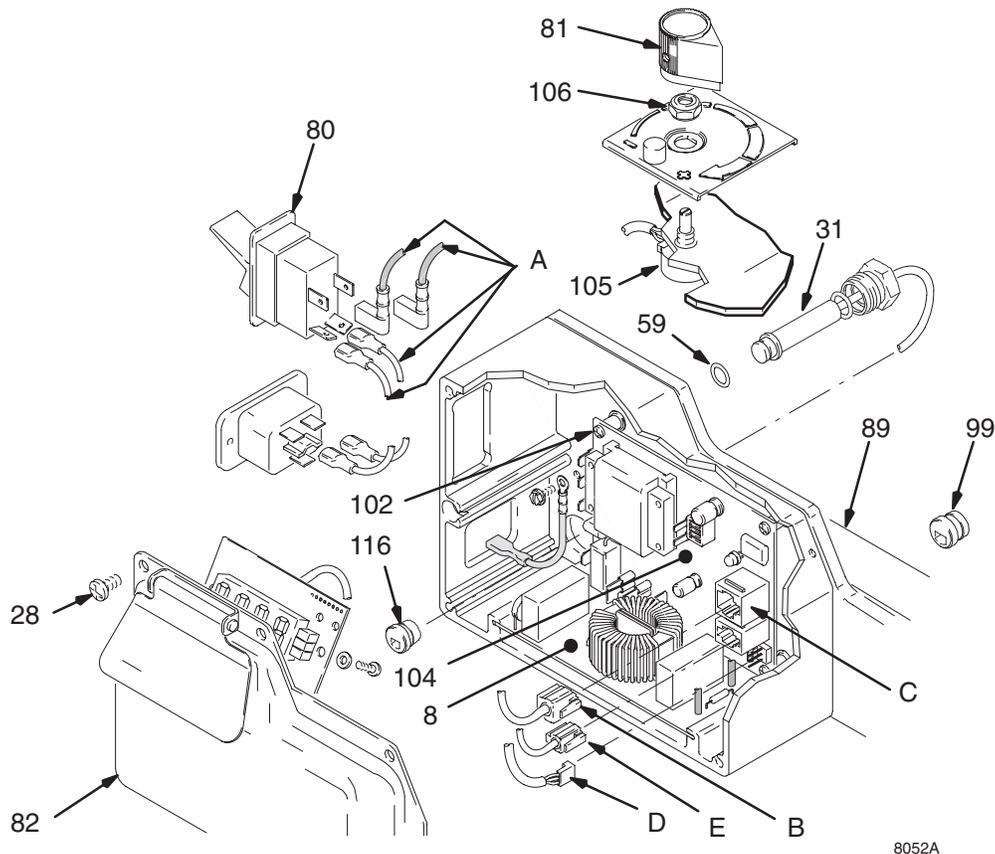

Fig. 7
3. Fig. 7. Enlever le capot de la régulation de pression (82).
4. Débrancher le connecteur d'affichage (B) de la prise (C)
5. Débrancher les quatre fils (A) de l'interrupteur MARCHE/ARRÊT (80).
6. Appuyer sur les deux ergots de chaque côté de l'interrupteur MARCHE/ARRÊT (80) et le démonter.
7. Monter un nouvel interrupteur MARCHE/ARRÊT (80) en veillant à ce que les deux ergots s'emboîtent bien à l'intérieur du boîtier de la régulation de pression.
8. Brancher les quatre fils (A) sur l'interrupteur MARCHE/ARRÊT.
9. Brancher le connecteur d'affichage (B) sur la prise (C)
10. Mettre le capot de la régulation de pression (82).
- Fig. 7. Enlever les cinq vis (28) et le capot (82).
- Fig. 7. Fixer la carte de commande du moteur (104) avec quatre vis (102).
- Brancher sur la carte de commande du moteur (104):
- Fil (E) vers capteur.
- Fil (D) vers potentiomètre.
- Carte du filtre (8).
- Fixer le capot (82) avec cinq vis (28).
- Enlever les cinq vis (28) et le capot (82). Voir Fig. 7.
2. Fig. 7. Enlever les cinq vis (28) et le capot (82).
3. Débrancher le fil (E) de la carte de commande moteur (104).
4. Enlever la douille de détente (116).
5. Enlever le capteur de pression (31) et le joint torique (59) du panneau de commande (89).
1. Fig. 7. Placer le joint torique (59) et le capteur de pression (31) sur le panneau de commande (89). Serrer à 40–47 N.m.
2. Monter la douille de détente (116).
3. Brancher le fil (E) sur la carte de commande du moteur (104).
4. Monter le capot (82) à l'aide des cinq vis (28).
2. Fig. 7. Retirer les cinq vis (28) et le capot (82).
3. Débrancher le fil (D) de la carte de commande du moteur (104).
4. Enlever le bouton du potentiomètre (81), l'écrou d'étanchéité de l'arbre (106) et le potentiomètre de pression (105).
1. Fig. 7. Monter le potentiomètre de pression (105), l'écrou d'étanchéité de l'arbre (106) et le bouton du potentiomètre (81).
2. Brancher le fil (D) sur la carte de commande du moteur (104).
3. Fixer le capot (82) à l'aide des cinq vis (28).